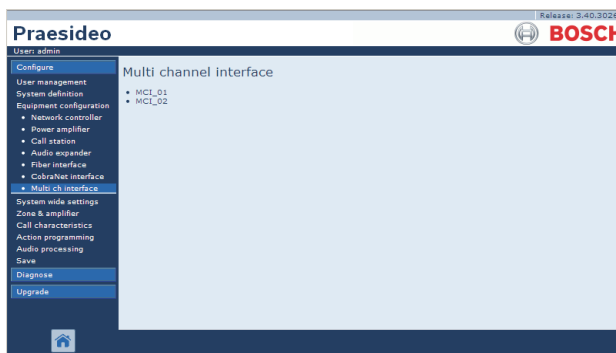

abbildung 44.21: Konfigurieren einer Mehrkanalschnittstelle, Schritt 1
- 1 Rufen Sie *Configure > Equipment configuration > Multi ch interface* auf. Im Mainframe der webbasierten Benutzeroberfläche erscheint ein Bildschirm, der dem in abbildung 44.21 ähnelt.